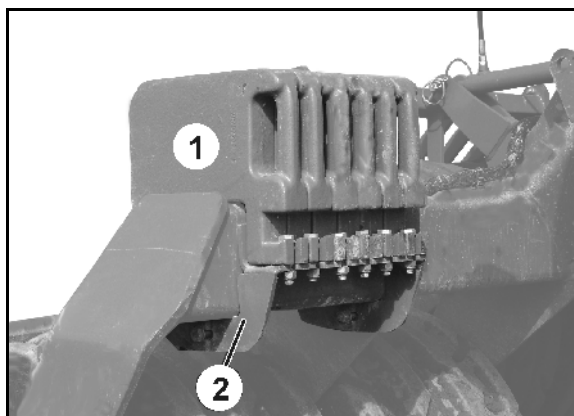

Fig. 29
- Fest de ekstra vektene (Fig. 29/1) og festeplaten (Fig. 29/2) med to skruer hver på rammerøret.